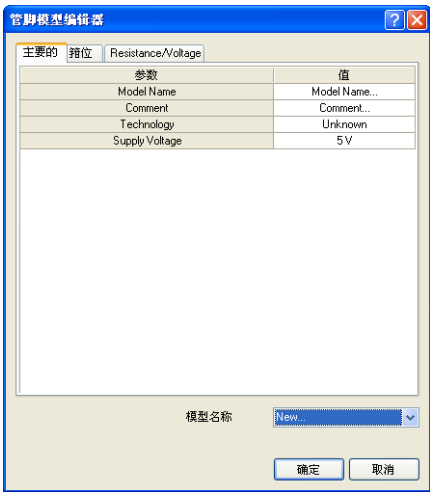

图 13-17 引脚模型编辑器
(2) 新建引脚模型
Step1 在“Signal Integrity Model（信号完整性模型）”对话框中，单击“Add/Edit Model（添加/编辑模型）”按钮，系统将弹出相应的引脚模型编辑器，如图 13-17 所示。